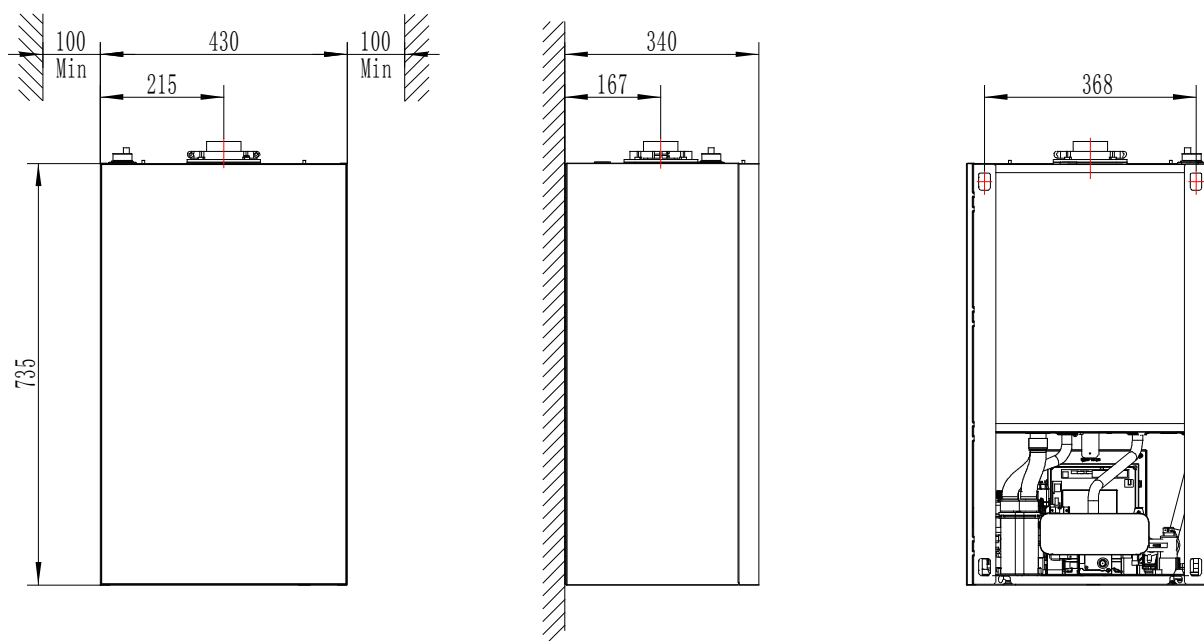

图 5
- 器具的两侧必须保留**最小间隙**（见图 5）以方便日后维修；
- 确定安装挂钩的孔的位置，必须留出最小间隙（见图 5）